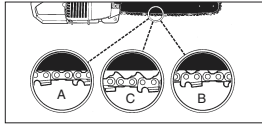

Abb. 6
VORSICHT: Wenn die Sägekette ZU LOCKER oder ZU STRAFF ist, nutzen sich die Zähne, die Schiene, die Kette und das Kurbelwellenlager schneller ab. Abb. 6 informiert über die richtige Spannung 'A' (kalter Zustand) und Spannung 'B' (warmer Zustand), und dient als Anleitung für weitere Einstellungen der Sägekette (C).